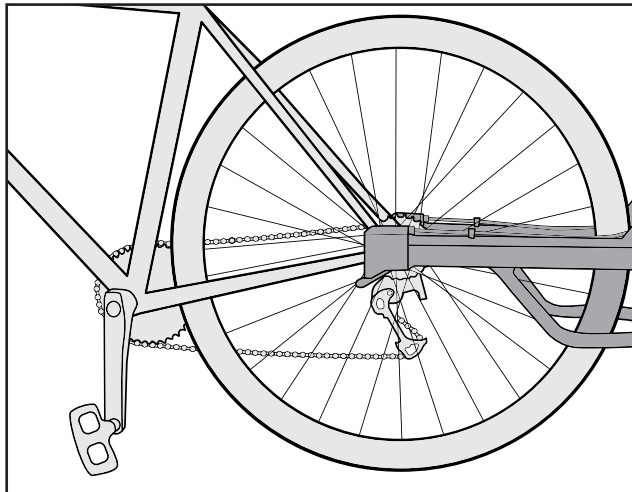

Figure 14
5. Lower the Burley Ballz® Receivers onto the ball ends and click them into place. (Figure 14)
5. Abaissez les récepteurs Burley Ballz® sur les capuchons et enclenchez-les. (Figure 14)
5. Senken Sie die Burley Ballz® Aufnahmen auf die Kugelköpfe ab und lassen Sie sie einrasten. (Abbildung 14)